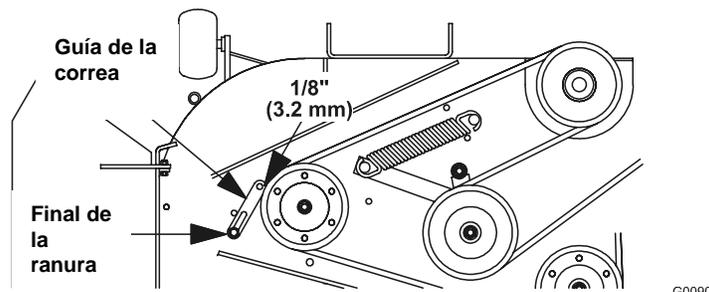

FIGURA 10
- c) Note la guía de la correa asegurado a la plataforma cerca del soporte del escudo y la polea del lado derecho. Con el perno de la guía al final de la ranura, la guía debe tener una separación de 1/8" (3.2 mm) de la correa (Vea Figura 10).
- b) Mida el largo del resorte. La medida entre las arandelas debe ser 2 3/4" (7.0 cm). Vea Figura 10.